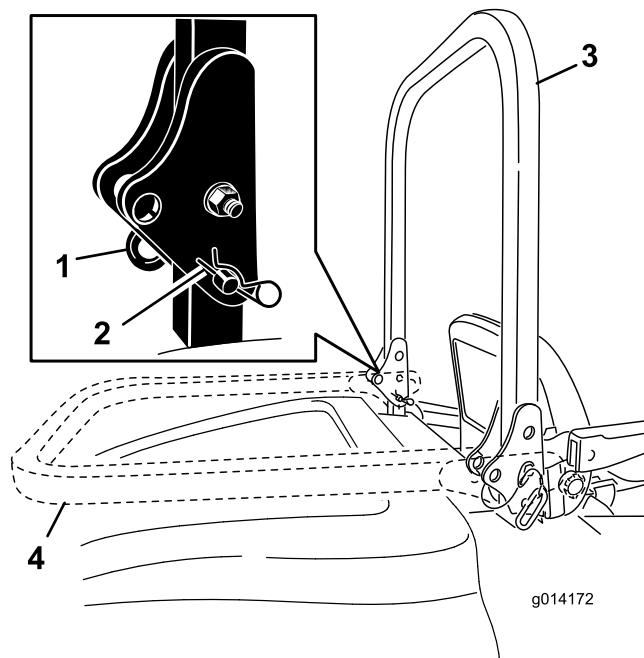

図 14
1. 保護バーを降ろすには、ヘアピンコッターを抜き、スプリングに逆らって保護バーを前に倒し、ピン2本を引き抜く図14。
2. バーを降ろす(図14)。
3. ピン2本を取り付け、ヘアピンコッターで固定する図14。
4. 保護バーを立てるには、ヘアピンコッターを外して、ピン2本を抜き取る図14。
5. 横転保護バーを立て、ピン2本で固定し、ピンが外れないようにヘアピンコッターで固定する図14。